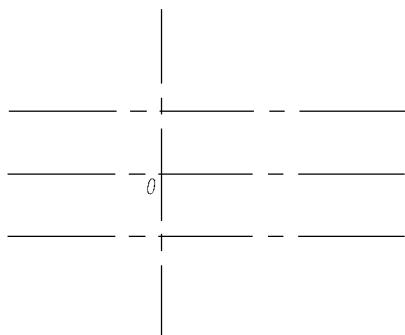

图 2-33 绘制主要辅助线
(4) 打开极轴追踪、对象捕捉及自动追踪功能。指定极轴追踪角度增量为 90° ; 设定对象捕捉方式为“端点”、“交点”; 设置仅沿正交方向自动追踪。
(5) 切换到中心线层, 用“构造线”Xline 命令在屏幕的坐标原点绘制一条水平和一条垂直辅助线。按回车键重复上一步命令, 从已有图形的原点 O 分别垂直向上和向下偏移 13 个单位, 绘制两条平行的水平辅助线, 如图 2-33 所示。